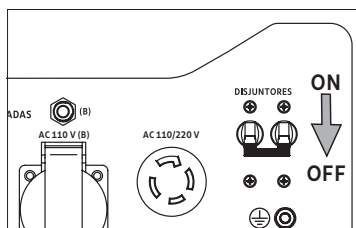

Fig. 15
2. Posicione o interruptor disjuntores na posição "OFF" [Fig. 15].